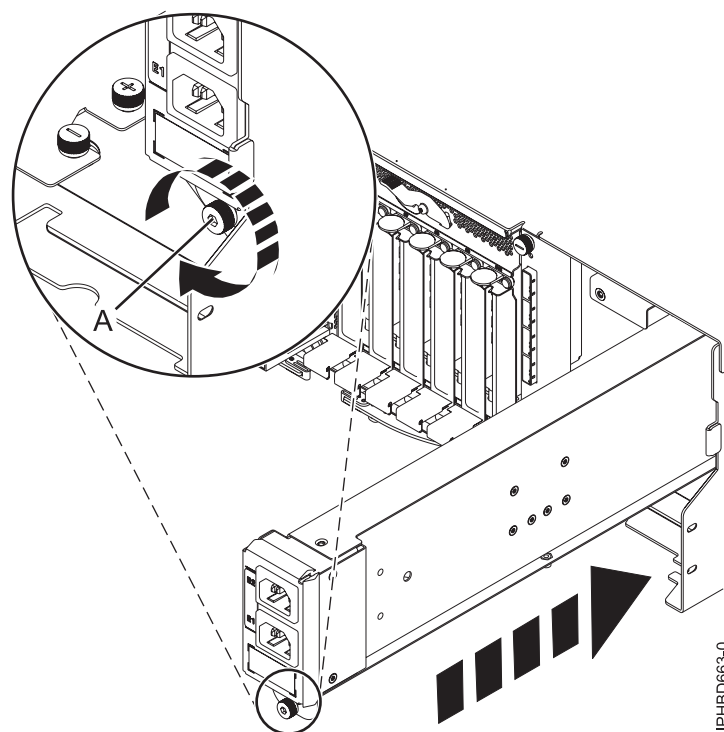

Figure 30. Remplacement d'un répartiteur de puissance en entrée
- Insérez le répartiteur de puissance en entrée dans l'unité d'extension jusqu'à ce qu'il s'enclenche dans son logement, puis vissez la vis moletée (A) pour assurer la fixation du bloc comme illustré à la figure 30.